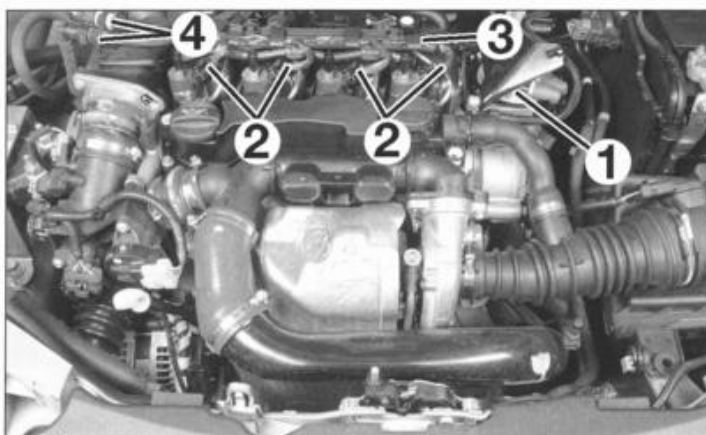

FIG. 32
- las tuberías de alimentación y de retorno (4) (fig. 32).
- el filtro de combustible (1) y su soporte.
- el cableado de alimentación de los inyectores (2).
- la rampa de soporte del cableado (3).